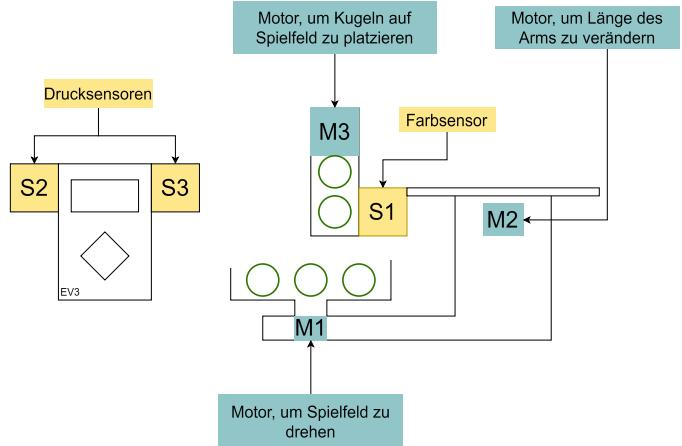
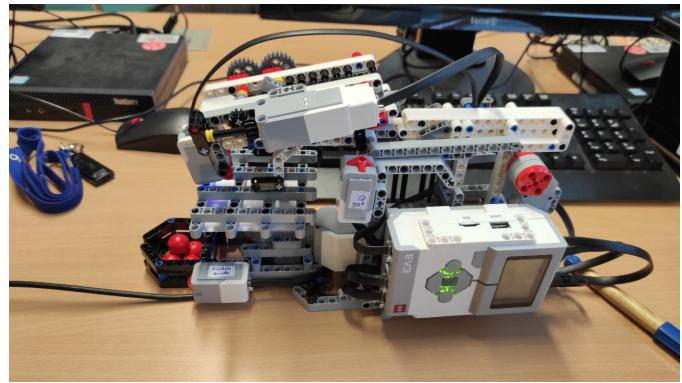

Abbildung 1. Arbeitsskizze des Roboters aus früher Entwicklungsstufe
Abbildung 3. Seitenansicht des fertigen Roboters
In der Abbildung 1 sind die wesentlichen Bestandteile des Tic-Tac-Toe-Robos (im Folgenden T3R) bereits gut zu erkennen. Das Spielfeld ist in der Skizze oberhalb des Motors M1 zu sehen. Dieser soll das Spielfeld drehen, damit die Kugeln platziert werden können. Ein fahrbarer Arm (M2) mit einem Farbsensor (S1) kann dann das Spielfeld einlesen. Anschließend kann ein Kugelauswurfmechanismus eine Kugel für den Roboter auf dem Spielfeld abwerfen. Um dem Roboter zu signalisieren, dass der Spieler seinen Zug gespielt hat, war ein Drucksensor (S2) vorgesehen, der als Knopf fungieren sollte. Ein weiterer Drucksensor (S3) hatte die Aufgabe, das Spielfeld so zu drehen, dass der Spieler auch an die Felder gelangen konnte, die andernfalls vom Farbsensor und dem Kugelauswurf verdeckt worden wären.
2) *Arm*: Wie in Abbildung 1 zu sehen ist, wird das Spielfeld von einem Ausleger überragt. Dieser wird von einem großen Motor vor und zurück bewegt. Weitere Freiheitsgrade sind hier nicht notwendig, da durch das Drehen des Spielfeldes und das Vor- und Zurückbewegen des Arms bereits alle Positionen erreichbar sind. Am Arm befinden sich zwei weitere wichtige Komponenten des Roboters: der Farbsensor und der Auswurfmechanismus. Beide sind in der Abbildung 3 oberhalb des Spielfeldes gut zu erkennen.